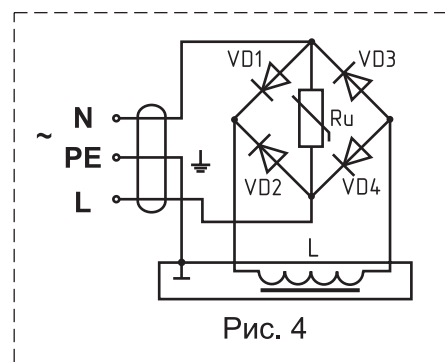

Рис. 4
4.3.6 Электрическая схема подключения клапана приведена на рис. 4. Обозначение контактов на схеме